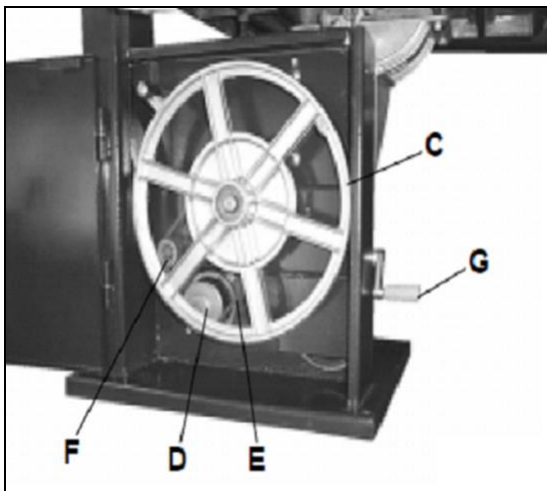

Fig 28
Das untere Bandrad (C, Fig 28) verfügt über zwei Poly-V-Riemenscheiben, der Motor verfügt über eine Zwilling-Poly-V-Riemenscheibe (D).